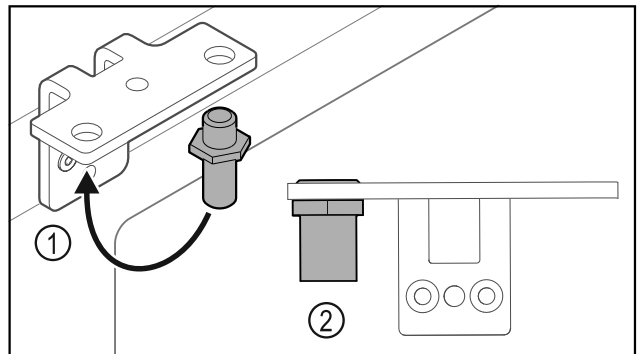

Fig. 34
- Premiestnite čap Fig. 34 (1) v uholníku závesu.
- Uťahnite čap Fig. 34 (2) ťahovacím momentom 12 Nm.